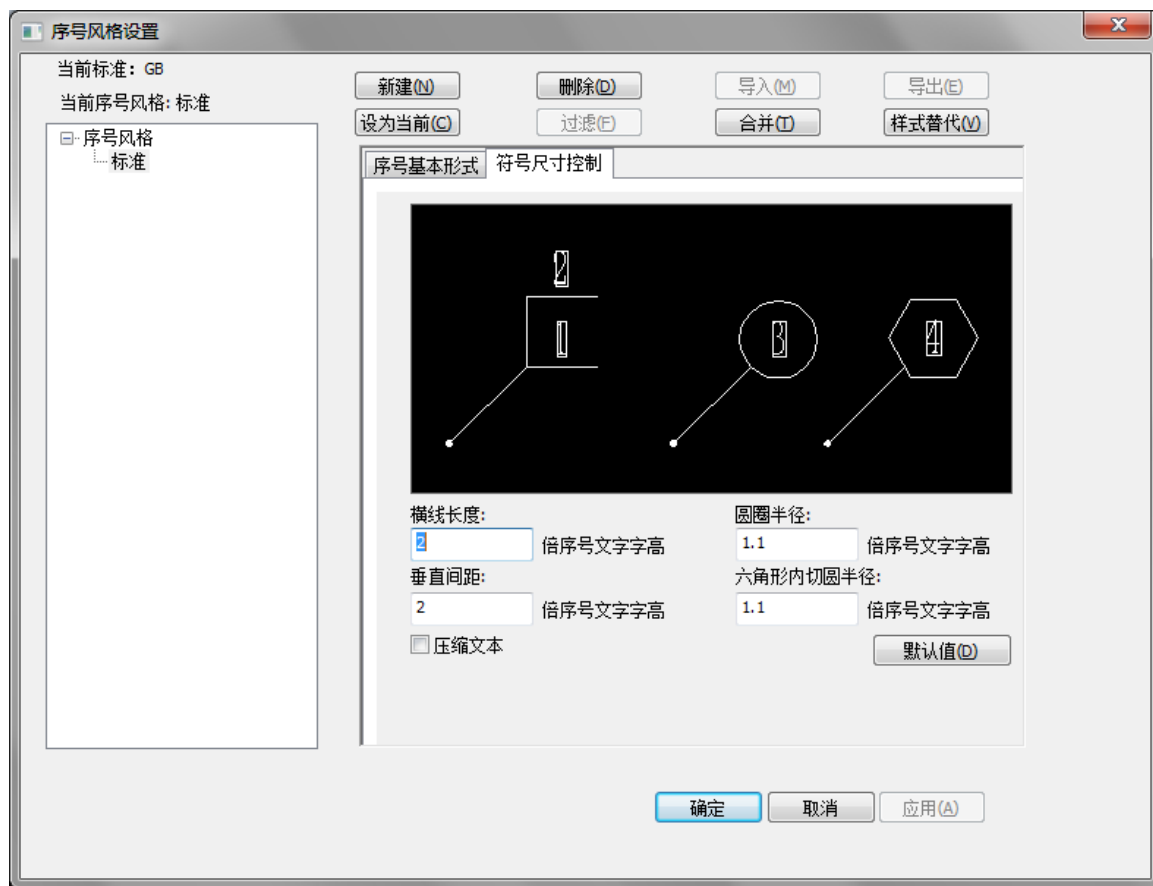

图 5-31 序号风格对话框
5) 单击【符号尺寸控制】切换到如图 5-31 所示的状态。
在图 5-31 所示对话框中单击【定制表头】切换到这个页面，可以按需要增删及修改明细表的表头内容。